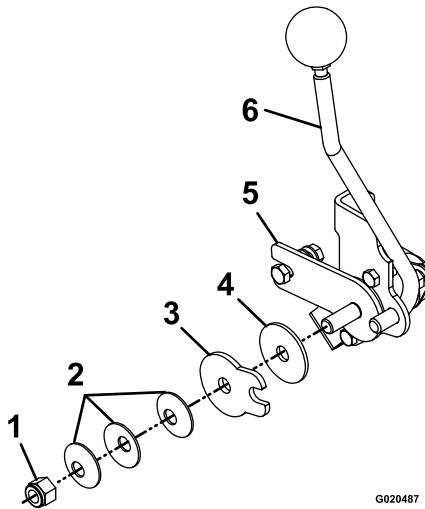

Figura 55
3. Para ajustar la tensión, ajuste la tuerca del pivote, que está situada en el extremo del eje de control de movimiento, delante de la consola derecha (Figura 55).